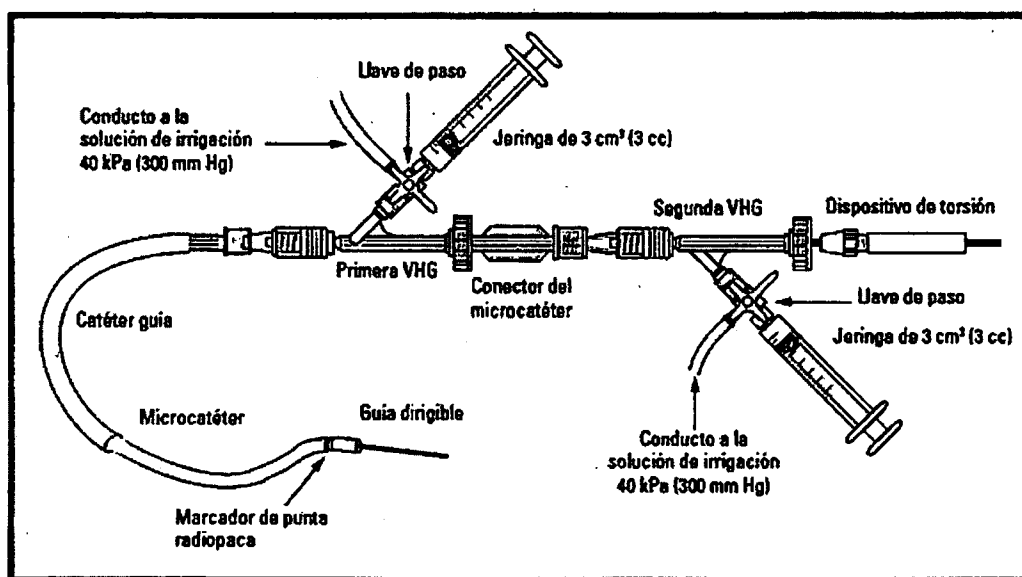

Figura 1. Ejemplo de configuración para irrigación continua
9. Deslice el dispositivo de torsión sobre el extremo proximal de la guía siguiendo la Figura 1 y asegúrelo.
8. Deslice el dispositivo de torsión sobre el extremo proximal de la guía siguiendo la Figura 1 y asegúrelo.
La configuración para irrigación continua recomendada se muestra en la Figura 1. Las VHG proporcionan un fuerte sellado del fluido y se acoplan al catéter guía y al microcatéter. Acople las llaves de paso a los brazos laterales de la VHG, que se convierten en orificios de infusión para irrigación o para inyección de medio de contraste.
2. Abra el tornillo de ajuste de la VHG e introduzca con cuidado el conjunto de microcatéter y guía a través de la VHG del catéter guía (segunda VHG de la Figura 1) utilizando la vaina introductora desprendible. Apriete la válvula con junta tórica alrededor del microcatéter lo suficiente para evitar el reflujo, pero sin llegar a impedir el avance del microcatéter. Retire la vaina introductora desprendible del microcatéter, retrayendo el introductor de la VHG y tirando de la lengüeta.